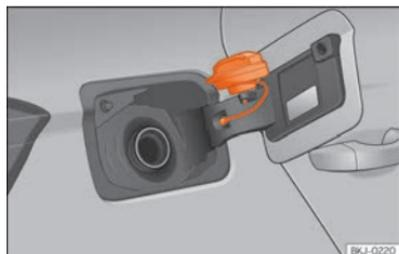

Fig. 155 Tapa del depósito con el tapón encajado.
• Colóquelo en el espacio que hay en la bisagra de la tapa abierta »» fig. 155.